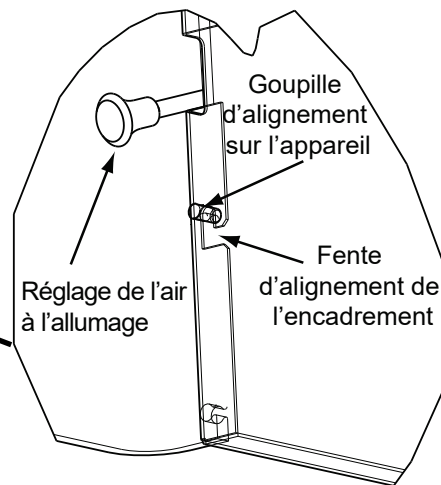

Figure 22.3
9. Alignez les fentes d'encadrement avec les tiges du bas sur l'appareil, un de chaque côté. **Figure 22.3**